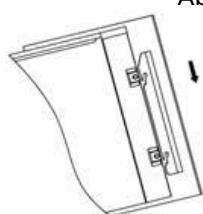

Abb. 6
- Setzen Sie die vordere Glasumrandung über die Vorderseite des Feuers, wobei Sie die Schlitze in den Halterung an jeder Seite der Glasfront auf die Ösen an den Seiten des Fensters ausrichten (Abb. 6) . .